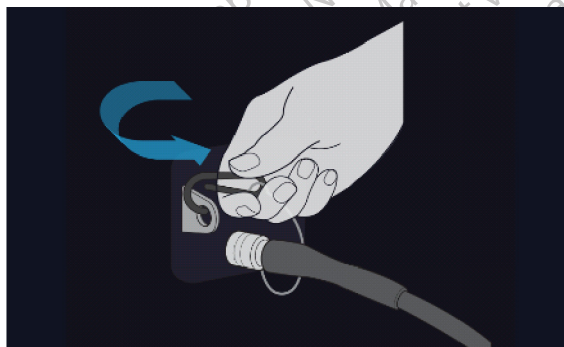

Figura 9. Ligar o cabo de segurança à consola
3. Prenda o cabo de segurança que existe na extremidade da linha de alimentação de gás ao clipe de segurança na consola (veja a Figura 9).